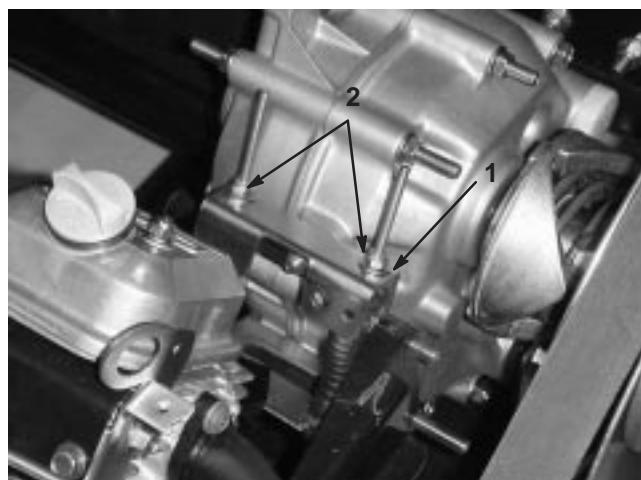

Bild 26
Wenn Sie regelmäßige Wartungsarbeiten und/oder eine Motordiagnostik durchführen, müssen Sie das Getriebe zunächst auf Neutral schalten (Bild 26). Der Schalthebel weist eine Neutralstellung auf, die den Leerlauf der Antriebsachse bestimmt. Treffen Sie die folgenden Maßnahmen, um sicherzustellen, dass der Schalthebel in der Neutralstellung die Antriebsachse auch richtig auf Neutral schaltet:
2. Stellen Sie den Neutralbügel an der Antriebsachse auf Neutral (nivelliert), drehen die Antriebskupplung und kontrollieren, ob das Fahrzeug hin und her rollt (Bild 26).
3. Ziehen Sie eine der Sicherungsmuttern (Bild 26) nur so weit fest, dass das Spiel aus dem Schaltzug entfernt wird.